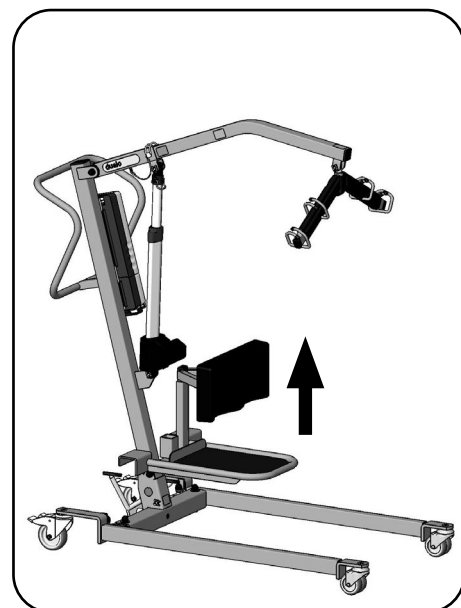

Abb. 8.9.03 - Trittbrett entfernen
5. Entfernen Sie das Trittbrett vom Fahrgestell (Abb. 8.9.03).